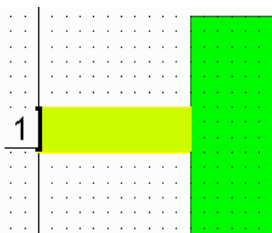

Рис. 6.27
3. Поместите курсор на левый край горизонтального проводника, пока не отобразится квадрат, и щёлкните левой кнопкой мышки, чтобы зафиксировать порт. Маленькая площадка с номером 1 появится на левом краю проводника (рис. 6.27).